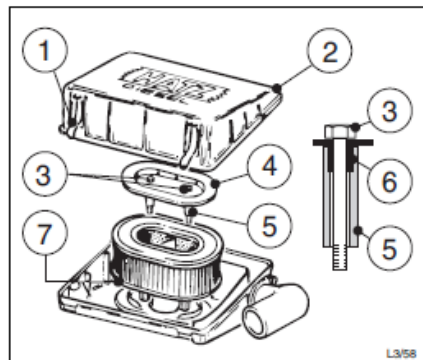

Abb. 40 – Air Filter
- Die Klemmen „1“ (abb. 40) und den Deckel „2“ entfernen.